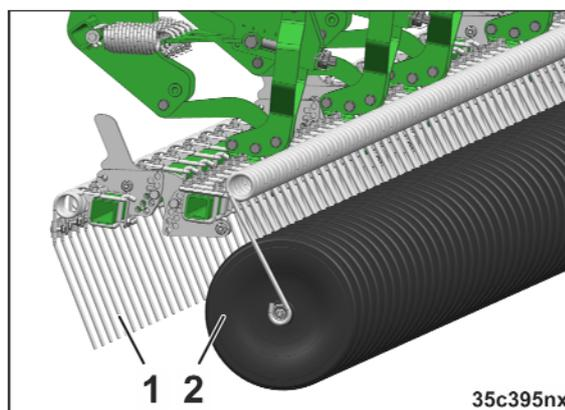

Fig. 89
- dents de recouvreur (Fig. 89/1),
- roues de rappui (Fig. 89/2).